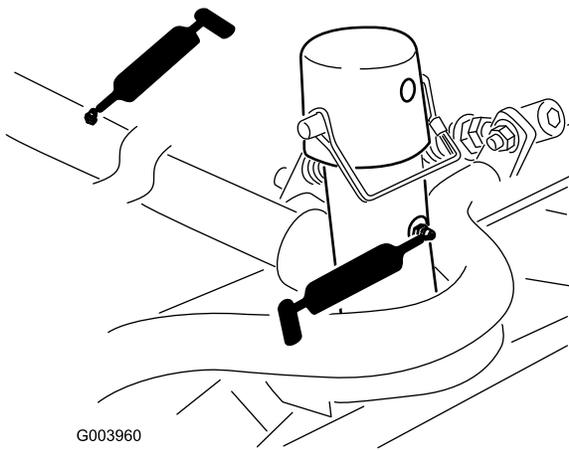

Figura 103
- Bastidor de tiro y pivote de la unidad de corte (2 en cada) (Figura 103).